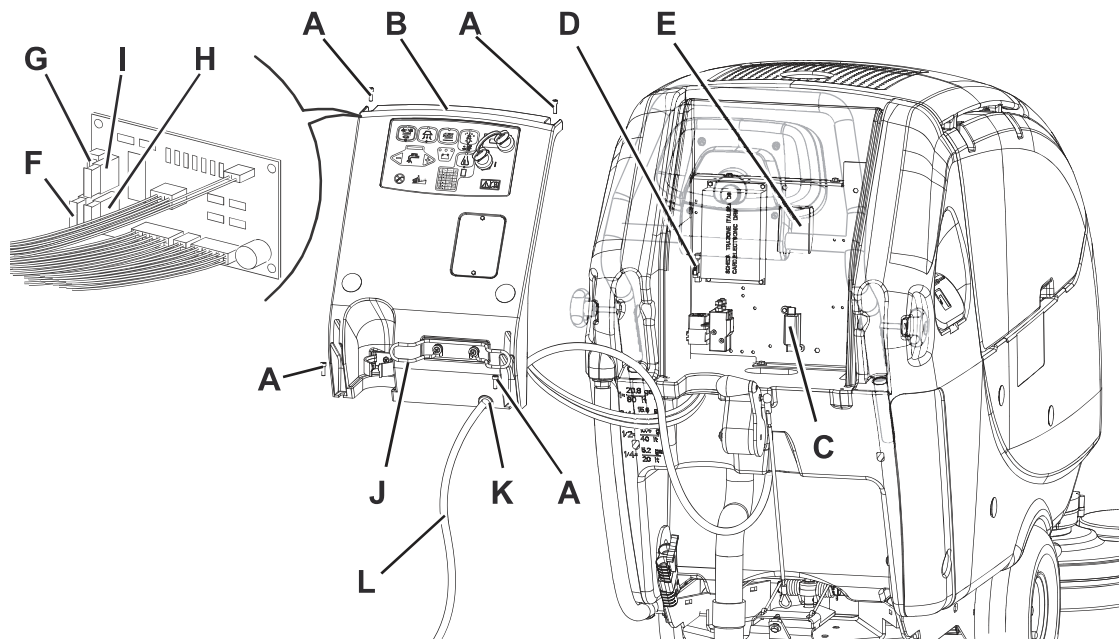

Abbildung 9
1. Batteriestecker (12) trennen.
2. Schmutzwasserablassrohr (16) verschieben.
3. Falls erforderlich, das Ladegerätekabel (L, Abb. 9) vom Halter (J) abnehmen.
4. Schrauben (A) entfernen, den kleinen Gummi (K) aus dem Sitz der Bedienfeldplatte (B) herausnehmen und Bedienfeldplatte (B) vorsichtig abnehmen.